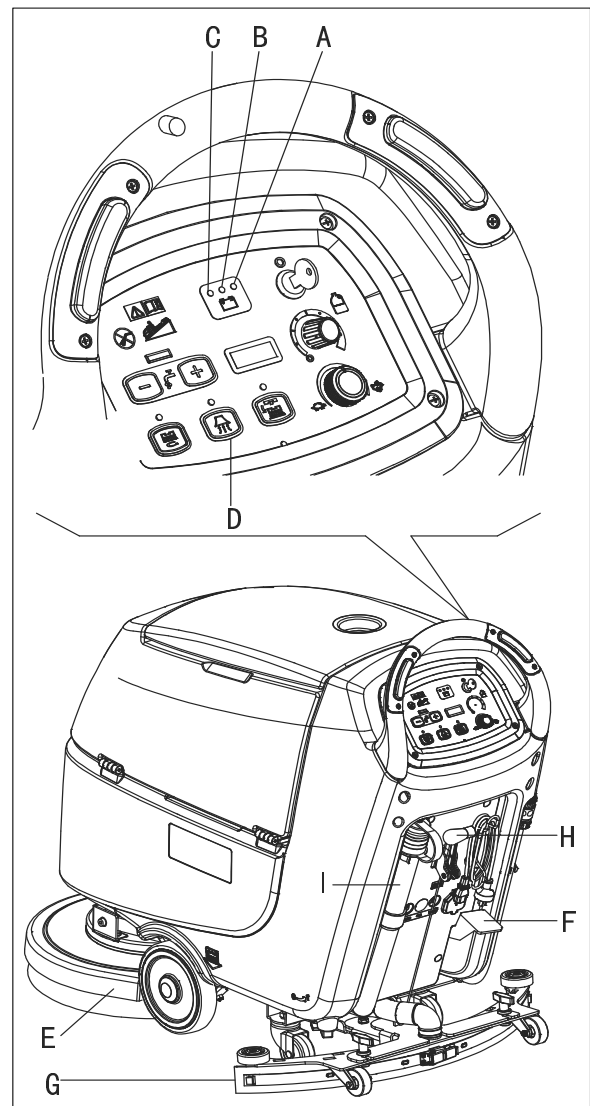
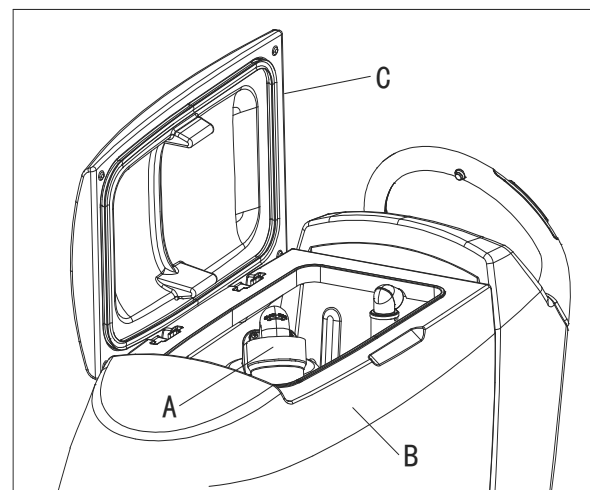

Abbildung 12
Abbildung 13
Solange die grüne Kontrollleuchte (A, Abb. 12) an bleibt, ermöglichen die Akkus der Maschine normal betrieben zu werden. Wenn die grüne Kontrollleuchte (A) erlischt, und die gelbe Kontrollleuchte (B) eingeschaltet wird, ist es ratsam, die Batterien aufzuladen, da die verbleibende Ladung nur für einige Minuten andauert (abhängig von den Akkueigenschaften und der ausgeführten Arbeit). Sobald die rote Kontrollleuchte (C) aufleuchtet, sind Batterien vollständig entladen. Nach einigen Sekunden wird der Bürsten-/Pad-Halter automatisch ausgeschaltet, während das Vakuumsystem und (nur für Maschinen mit Fahrtrieb) das Antriebssystem eingeschaltet bleiben, um das Trocknen des Bodens zu beenden und die Maschine bis zum beschriebenen Nachladebereich zu fahren.
Eine automatische Schwimmerabschaltung (A, Abb. 13) blockiert das Vakuumsystem, wenn der Schmutzwassertank (B) voll ist. Die Deaktivierung des Vakuumsystems wird durch einen plötzlichen Anstieg der Geräuschfrequenz des Vakuumsystemmotors signalisiert, selbst wenn der Boden noch nicht getrocknet wurde.
**Wenn das Vakuumsystem versehentlich abgeschaltet wird (z.B., wenn der Schwimmer wegen einer plötzlichen Bewegung der Maschine aktiviert wird), gehen Sie zur Wiederaufnahme des Betriebs wie folgt vor: Schalten Sie das Vakuumsystem durch Drücken des Schalters (D, Abb. 12) aus, öffnen Sie dann die Abdeckung (C, Abb. 13) und prüfen Sie, ob der Schwimmer im Inneren des Gitters (A) sich auf Wasserhöhe befindet. Dann schließen Sie die Abdeckung (C) und schalten Sie das Vakuumsystem durch Drücken des Schalters (D, Abb. 12) ein.**
Wenn der Schmutzwassertank (B, Abb. 13) voll ist, entleeren Sie diesen nach dem folgenden Verfahren.
2. Heben Sie das Deck des Bürsten-/Pad-Halters (E, Abb. 12) an, durch Betätigen des Pedals (F).
3. Heben Sie den Abziehgummi (G) mit dem Hebel (H) an.
5. Entleeren Sie den Schmutzwassertank mit dem Schlauch (I). Spülen Sie dann den Tank (B, Abb. 13) mit sauberem Wasser aus.